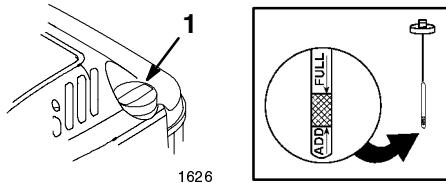

Figure 7
Avant chaque utilisation, vérifier que le niveau d'huile arrive entre les marques maxi (*Full*) et mini (*Add*) de la jauge (Fig. 7).
2. Nettoyer tout autour du bouchon de jauge (Fig. 7).
6. Voir le niveau d'huile indiqué par la jauge (Fig. 7).